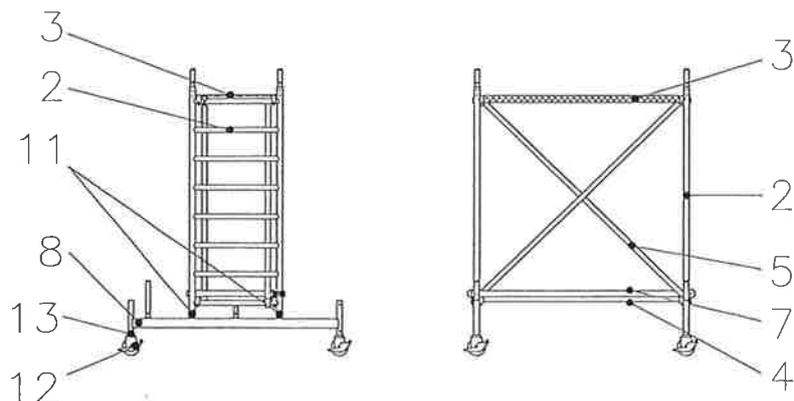

Bild 3 - Grundaufbau FG 460302 bis 460305
- ⇒ Zunächst Fahrrollen (12) mit dem Fahrbalken (8) verbinden und mittels einer Schraube M10x60 mit Mutter (13) in der im Fahrbalken vorgesehenen Bohrung gegen Herausfallen sichern.
- ⇒ Vertikalrahmen (2) auf die vorhandenen Zapfen des Fahrbalkens (8) aufstecken und mit Federsteckern (11) gegen Ausheben sichern. Beim Aufstecken der Vertikalrahmen auf die Fahrbalken darauf achten, ob das Gerüst mittig oder seitlich aufgebaut werden soll.
- ⇒ Fahrbalken (8) mit Vertikalrahmen (2) aufrichten und Längsriegel (4) und Diagonalen (5) entsprechend Darstellung im Bild 3 einhängen und einrasten. Die Schnellverschlüsse sind dabei (wie bei allen mit Schnellverschlüssen ausgestatteten Bauteilen) vertikal von oben nach unten einzurasten. Durch Federunterstützung schließt sich der Schnellverschluss selbsttätig. Der Diagonalenverlauf erfolgt immer von der unteren zur oberen Sprosse einer Vertikalrahmenebene. Die Diagonalen sind hierbei immer soweit als möglich außen zu montieren. Bei Aufbauten mit Rahmentafel oder Längsriegeln liegt der Schnellverschluss der Diagonalen innerhalb des Schnellverschlusses der Rahmentafel bzw. des Längsriegels.
- ⇒ Horizontaldiagonale (7) entsprechend Darstellung im Bild 3 montieren und Kupplungen von Hand fest anziehen.
- ⇒ **Betrifft nur Gerüsttypen 460302; 460305** : Rahmentafel mit Durchstieg (3) in die oberste Sprosse der Vertikalrahmen (2) einhängen und einrasten.